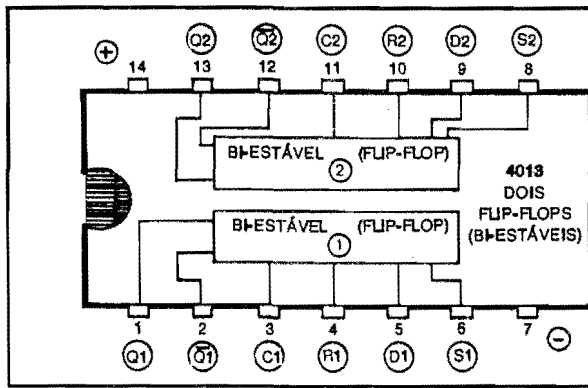
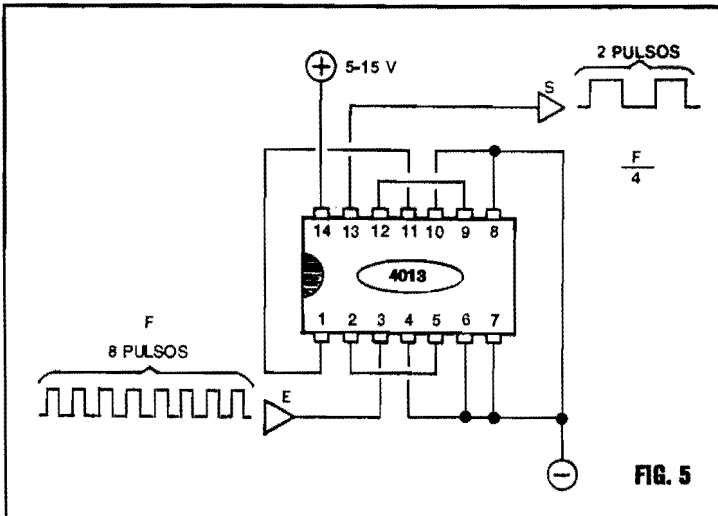

FIG. 1
FIG. 5
- FIG. 1 - O C.MOS 4013, CONTENDO DOIS FLIP-FLOPS BI-ESTÁVEIS...- Conforme vimos na "Aula" anterior, um dos mais importantes blocos lógicos é o do chamado **BIESTÁVEL**, que pode atuar tanto como verdadeira "célula de memória" (já que "guarda" um certo nível digital ou estado lógico, pelo tempo que for necessário, até que lhe seja dada uma ordem de "apagamento"...), quanto como **contador** ou **divisor por 2**. Alguns pontos práticos que já vimos, sobre os **BI-ESTÁVEIS**, são que tais blocos podiam ser construídos com **uma** ou com **duas** Entradas, e que, geralmente, apresentavam **duas** Saídas *invertidas* ou *complementares entre si* (ou seja: sempre que
- FIG. 5 - "CIRCUITANTO" O 4013 COMO DIVISOR POR 4... - Se não "forçar" muito a cabecinha de Vocês, caros Leitores/"Alunos" (lembram-se daquelas elementares primeiras Lições de Aritimética, nas primeiras séries do primeiro grau...?), pedimos notar que **divindo ou número ou quantidade duas vezes por 2, teremos o equivalente à sua divisão por 4...** Assim, como o 4013 contém dois blocos capazes de, individualmente, fazer divisões por 2, basta "enfileirar" de forma lógica os dois blocos para se obter uma divisão por 4... O esqueminha da figura mostra como isso pode ser feito na prática, pela simples interligação correta das Entradas, Saídas e pinos de Controle dos dois blocos do 4013, e sem o auxílio de nenhum outro componente externo (apenas o puro e simples trabalho do Integrado...)! Comparando o esquema com o diagrama das "entranhas" do 4013 (FIG. 1), percebe-se claramente que a Saída NORMAL do primeiro BIESTÁVEL (pino 1) encontra-se diretamente ligada à Entrada de CLOCK do segundo BIESTÁVEL (pino 11), e que - agora - recolhemos a Saída final do conjunto no pino de Saída do segundo BIESTÁVEL (pino 13). Dessa forma, a Frequência final obtida será 4 vezes menor do que a aplicada à Entrada E...! Em outras palavras (e conforme exemplificam os diagramas de formas de onda na figura...), se aplicados 8 pulsos completos à Entrada E teremos - no mesmo intervalo de Tempo - 2 pulsos completos na Saída S... Uma rigorosa e concreta divisão por 4...!